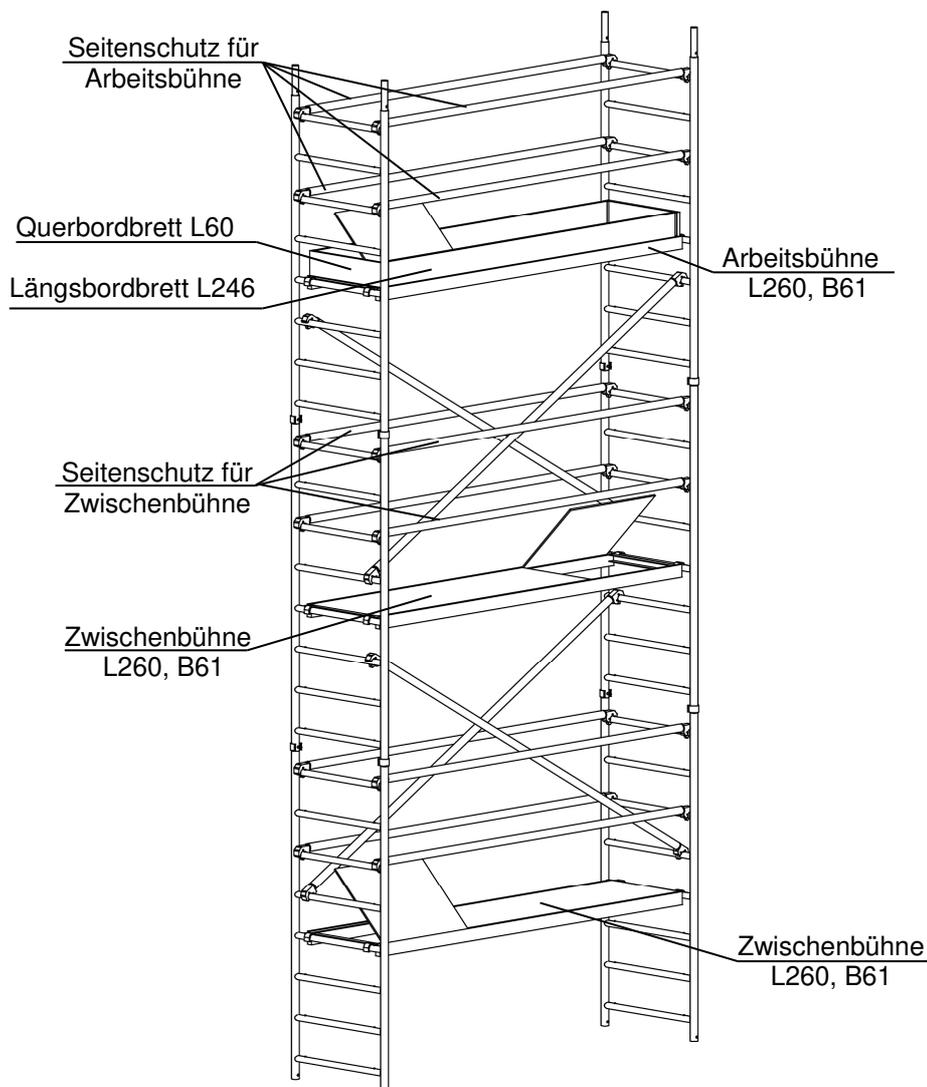

Bild 12: Oberer Gerüstbereich mit Arbeitsbühne
- Oberhalb der Zwischenbühne die nächsten Aufsetzleitern und Vertikaldiagonalen wie bereits zuvor beschrieben und in Bild 12 dargestellt, montieren.